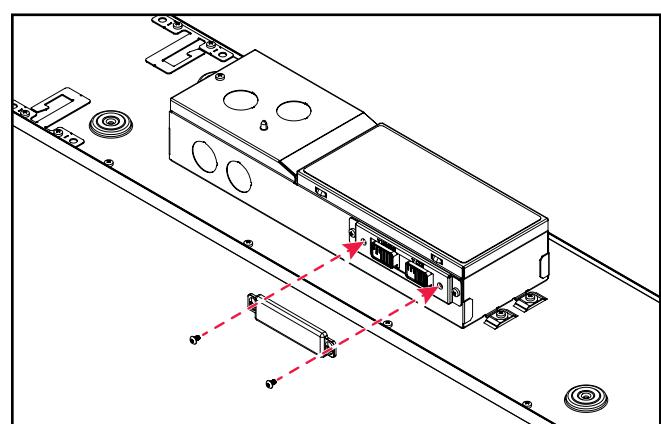

Figura 8.
- Una vez que el nivel de Lumen deseado y CCT se han seleccionado, fije la cubierta del interruptor proporcionado de forma segura utilizando los tornillos proporcionados. (Figura 8.)